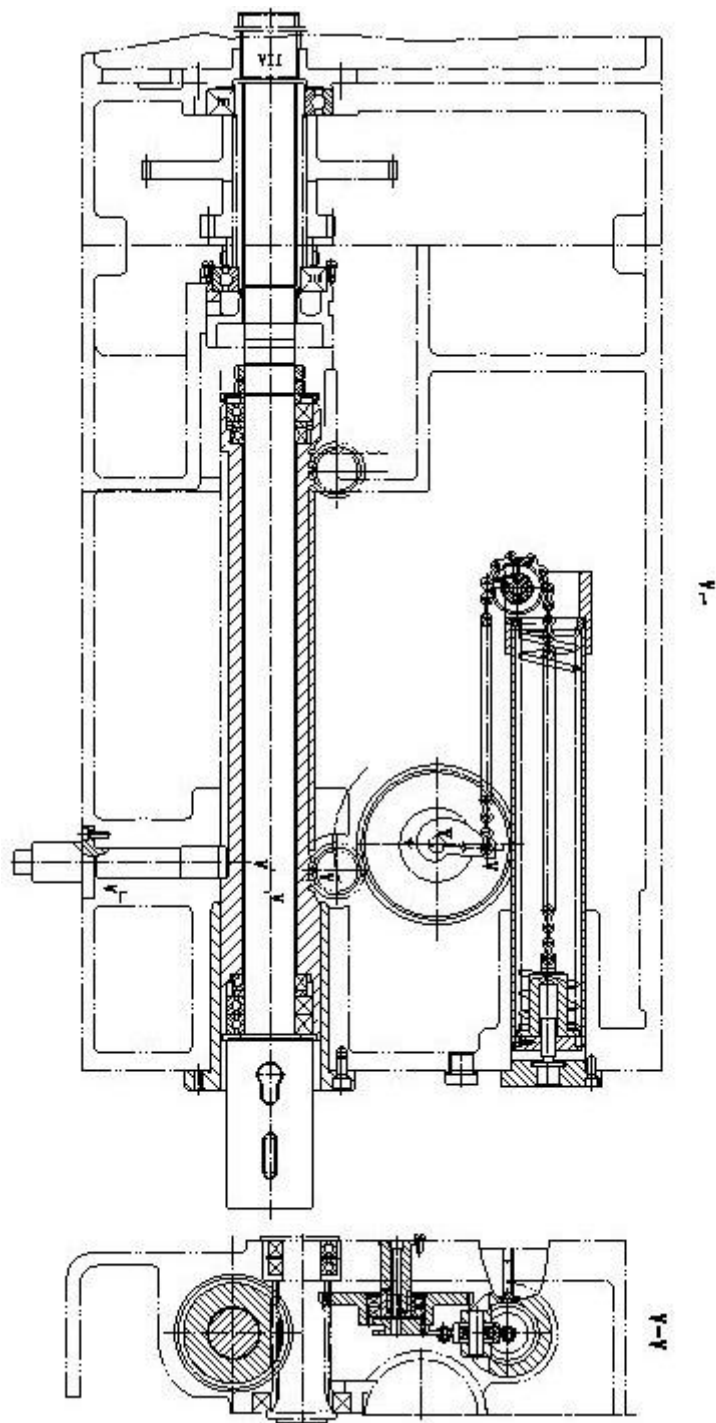

Рисунок 10-8 Механизм уравновешивания шпинделя
(4) Регулировка силы уравнивания шпинделя (Рисунок 10-8)